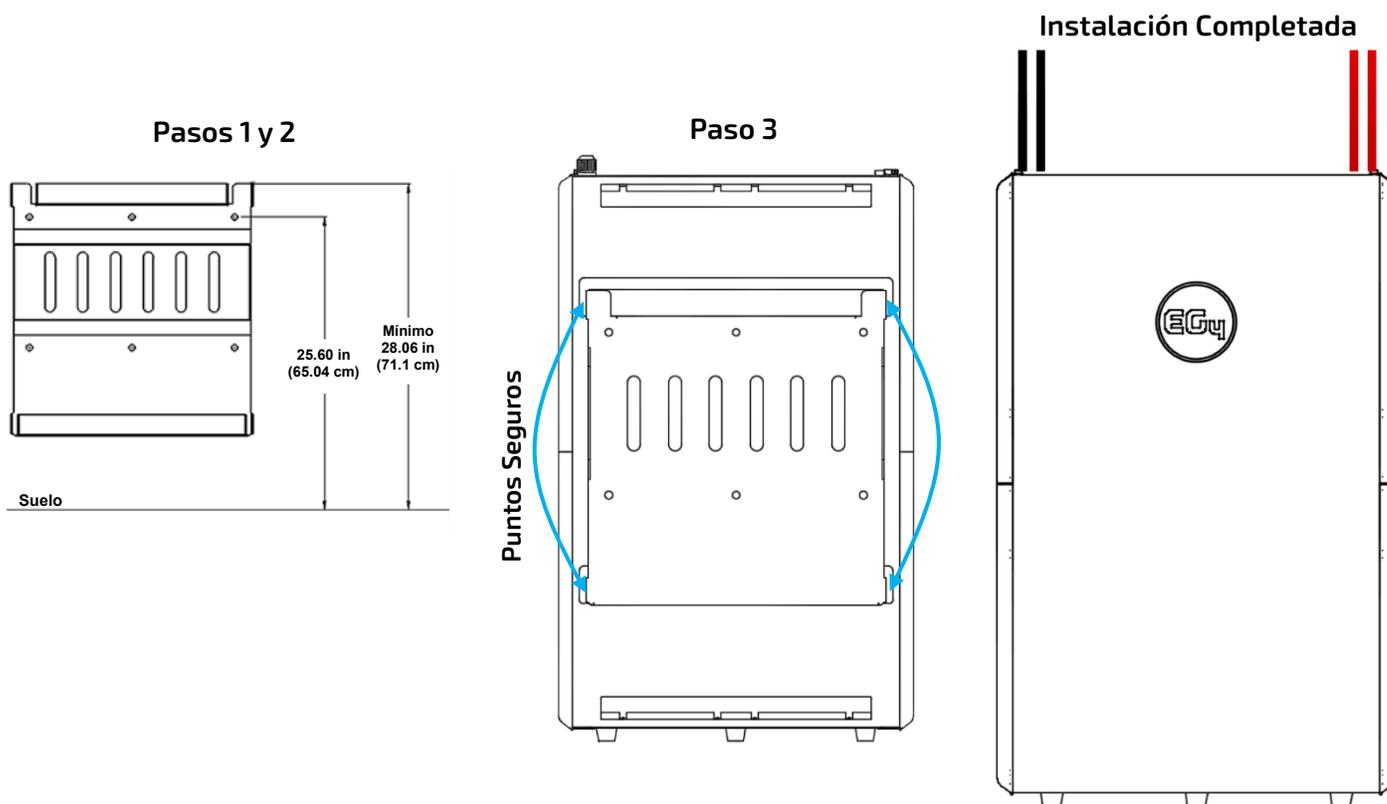

Figura 12 – WallMount Instalación Sin Caja de Conducto
3. Conecte el paquete de baterías WallMount al soporte de montaje. Para lograr esto, levante la batería y enganche la brida en la parte posterior de la batería en la brida en la parte frontal del soporte de montaje. Asegure la batería al soporte de montaje con los 4 tornillos laterales incluidos (consulte la Figura 12)